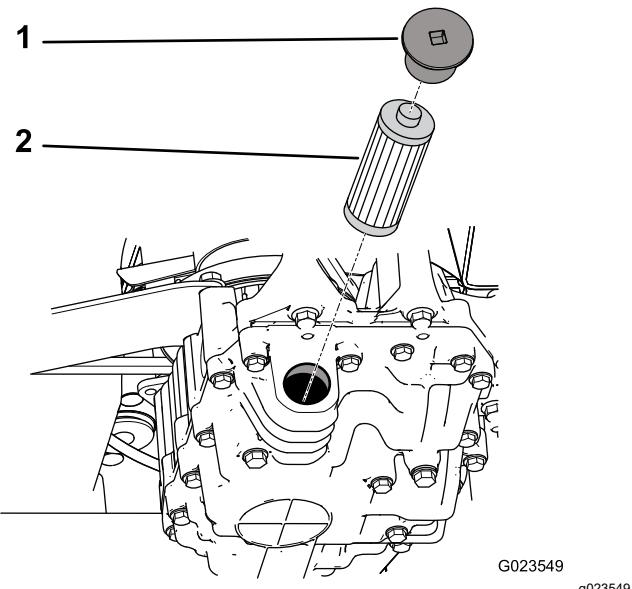

Bild 70
4. Nehmen Sie die Filterkappe ab und ziehen Sie den Filter aus dem Getriebe heraus (Bild 70).